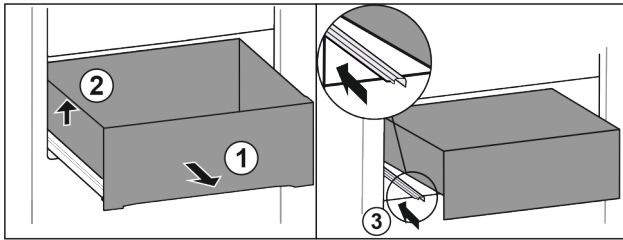

Fig. 92
- ▶ Extraiga el cajón hasta el tope. Fig. 92 (1)
- ▶ Levante el cajón por la izquierda. Fig. 92 (2)
- ▶ Retraiga la guía izquierda. Fig. 92 (3)